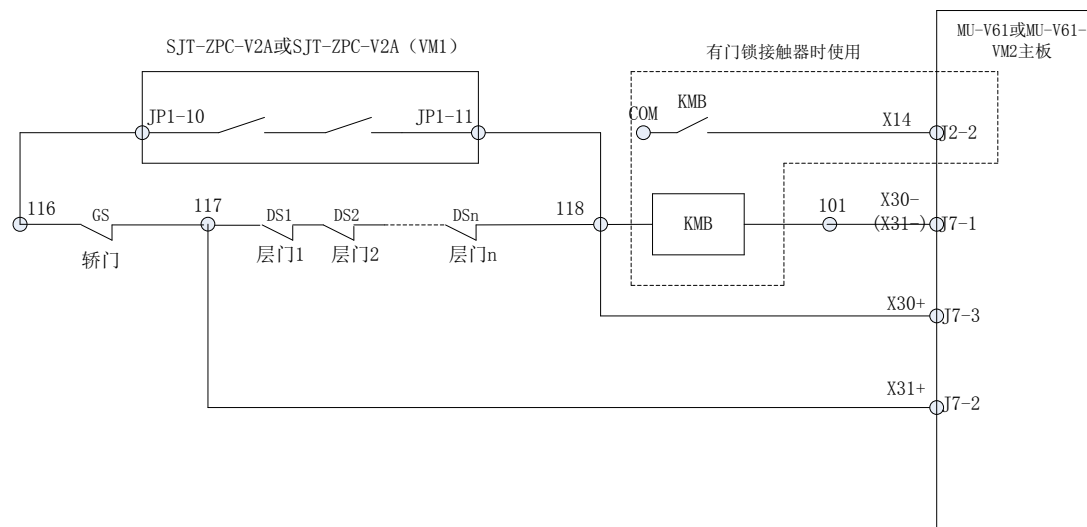

图 F12.1 BL6 一体机单开门电梯的一体机系统层、轿门短接检测方案
- 如图 F12.1 所示，当轿门被短接时（116 和 117），电梯开门后，轿门打开，但轿门接通检测将检测到接通，X30 无效、X31 有效，系统将输出 26 号故障，禁止关门运行。
- 为了符合新国标（或新检规），层门或轿门分别短接，可有效检出，并停止正常运行，如图 F12.1 所示，必须安装安全电路板（SJT-ZPC-V2A 型或 SJT-ZPC-V2A (VM1) 型），并且开启提前开门或再平层功能（F4-06-19 或 F4-06-20 必须设置为 ON）。